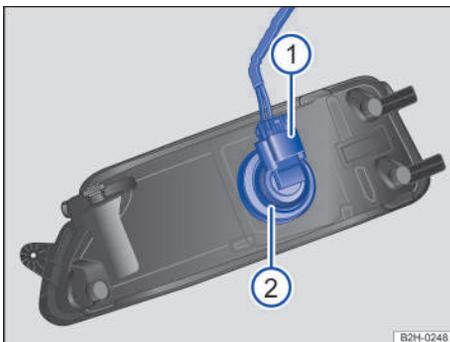

Fig. 149 Cambiar la lámpara del faro.
7. Desbloquee el conector y desacóplelo → fig. 149 1.
8. Gire el portalámparas en el sentido contrario al de las agujas del reloj, hasta el tope, y extráigalo junto con la lámpara hacia atrás → fig. 149 2.
11. Acople el conector → fig. 149 1 al portalámparas 2. El conector debe encastrar de forma audible.